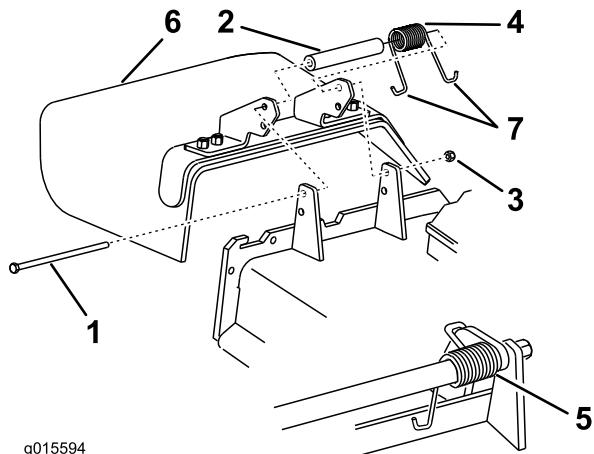

Figure 107
1. Retirez le contre-écrou, le boulon, le ressort et l'entretoise qui fixent le déflecteur aux supports de pivot (Figure 107).
2. Enlevez le déflecteur s'il est endommagé ou usé (Figure 107).
Remarque: Prenez soin de placer 1 extrémité en J du ressort derrière le bord du tablier avant de mettre le boulon en place, comme montré à la Figure 107.
6. Accrochez l'extrémité en J du ressort au déflecteur d'herbe (Figure 107).